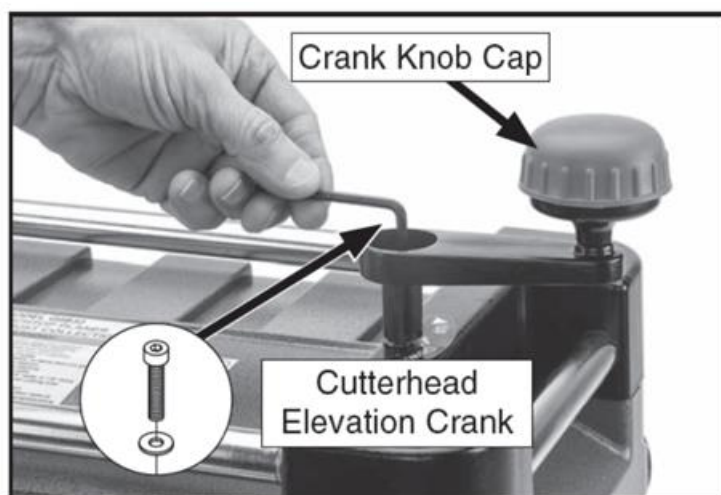

Рисунок 10. Установка рукоятки подъема режущей головки.
1. Установите подъемную рукоятку режущего вала на подъемный вал и закрепите ее с помощью винта с головкой M5-.8 x 20 и шайбы 5 мм из прилагаемого оборудования (см. рис. 10). Не затягивайте слишком сильно.
2. Надавите колпачок рукоятки регулировки высоты на рукоятку (см. рис. 10).